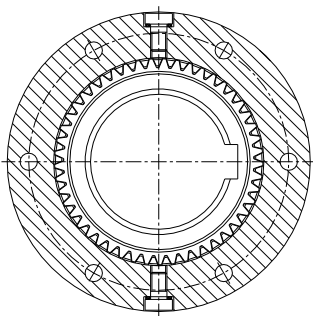

Bild 44: Vertikal position på fettpluggarna
- Vrid kopplingen så att fettpluggarna ligger positionerade vertikalt (se bild 44).